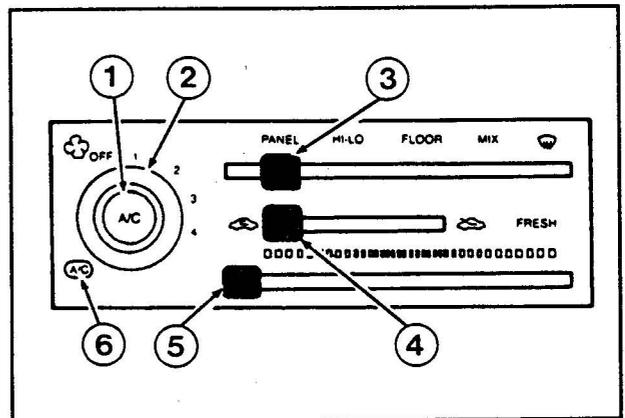

Bild 34/1 Bedienungselemente
- Das System kann wahlweise mit Frischluft oder Umluft (Luft aus Fahrzeuginnenraum) betrieben werden, wobei die durchgesetzte Luftmenge mit dem fünfstufigen Gebläse reguliert werden kann. Die Heizleistung kann über den entsprechenden Schieber je nach Bedarf stufenlos eingestellt werden. Weiterhin besteht die Möglichkeit die Luftführung zu verändern (siehe Bild 34/1).